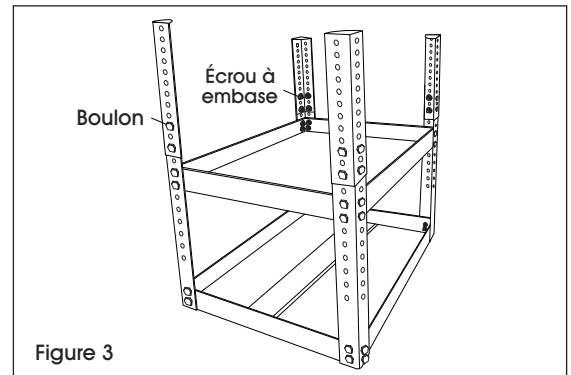

Figure 3
5. Placez les pattes à la hauteur désirée à l'extérieur des pieds et fixez-les avec quatre boulons et quatre écrous à embase sur chaque patte. Serrez tous les boulons. (Voir Figure 3)